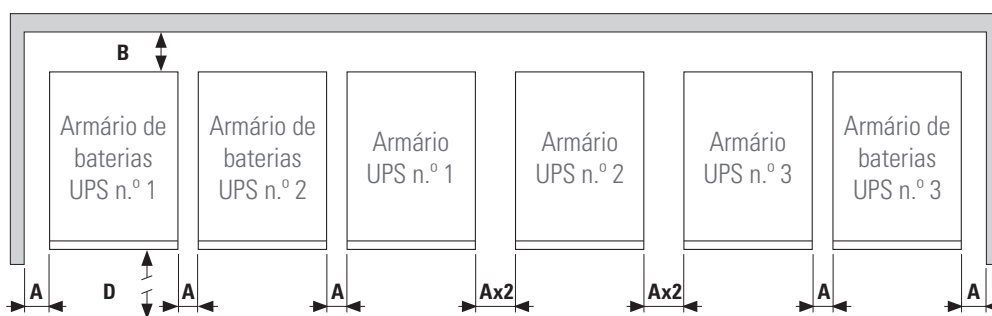

Fig. 15. Distâncias mínimas periféricas para a ventilação de um sistema.
- A Fig. 15 representa um exemplo de três equipamentos em paralelo com a respetiva caixa de baterias. Para sistemas com duas unidades em paralelo e/ou mais módulos de baterias, opere consequentemente segundo cada caso. De igual modo, não considere os módulos de baterias na ilustração se o sistema não os incluir. O número atribuído a cada equipamento na Fig. 15 não tem qualquer finalidade exceto a numeral na ilustração.